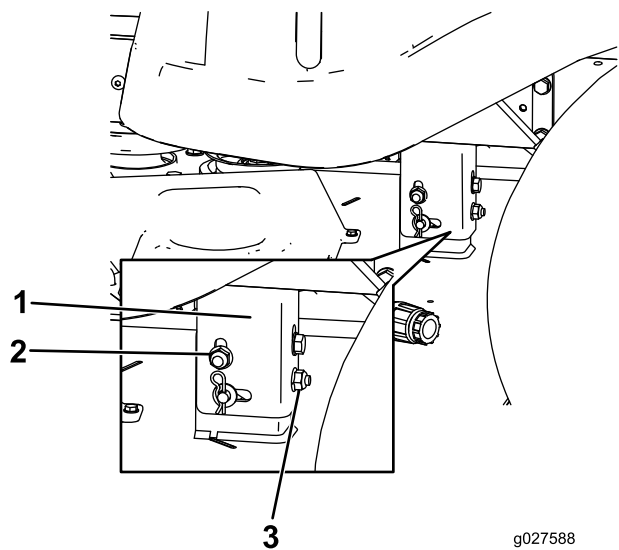

Figure 67
8. Élevez ou abaissez le côté gauche du plateau de coupe en tournant l'écrou de blocage arrière (Figure 67)
Remarque: Tournez l'écrou de blocage arrière dans le sens horaire pour élever le plateau de coupe ou dans le sens antihoraire pour abaisser le plateau (Figure 67).